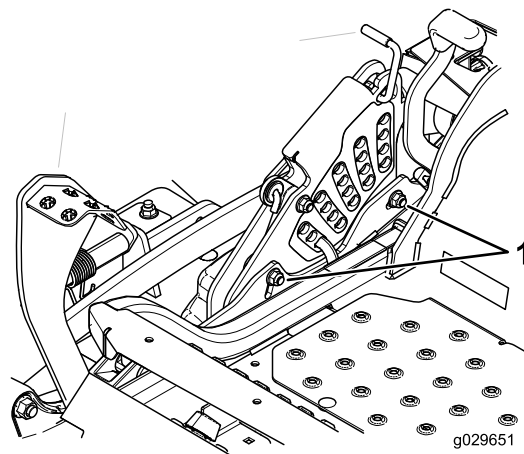

Figura 101
12. Per agire sull'impianto di regolazione da un punto unico, allentate i 2 bulloni alla base della piastra dell'altezza di taglio (Figura 101).